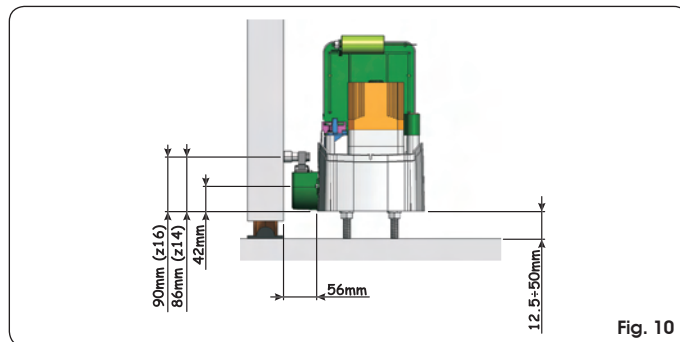

Fig. 10
- ③ Régler la hauteur du motoréducteur et la distance du portail en se reportant aux cotes de la Fig. 10.